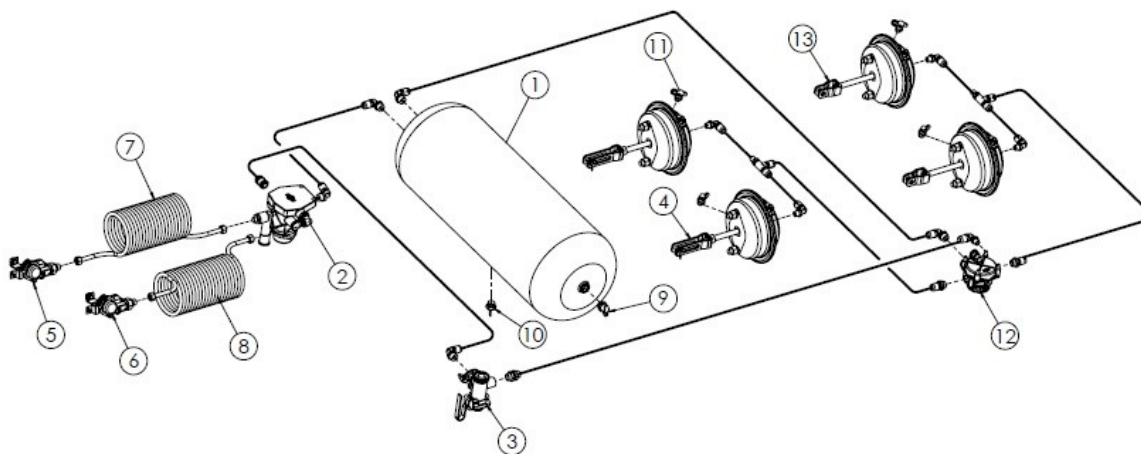

Рисунок 8-й. 2-проводная пневматическая тормозная система
- Двухпроводная пневматическая установка (Рисунок 8),